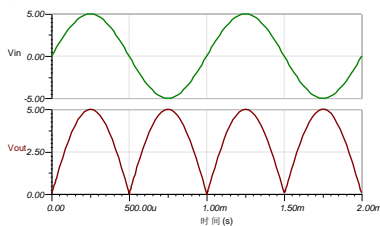

图 132 分离后的瞬时曲线
② 显示瞬态仿真波形：执行【分析|瞬时现象】菜单命令，在瞬时分析参数中设置起始显示时间为 0s，终止显示时间为 2ms，点击【确定】按钮，进行仿真，分离后的瞬时曲线如图 132 所示。